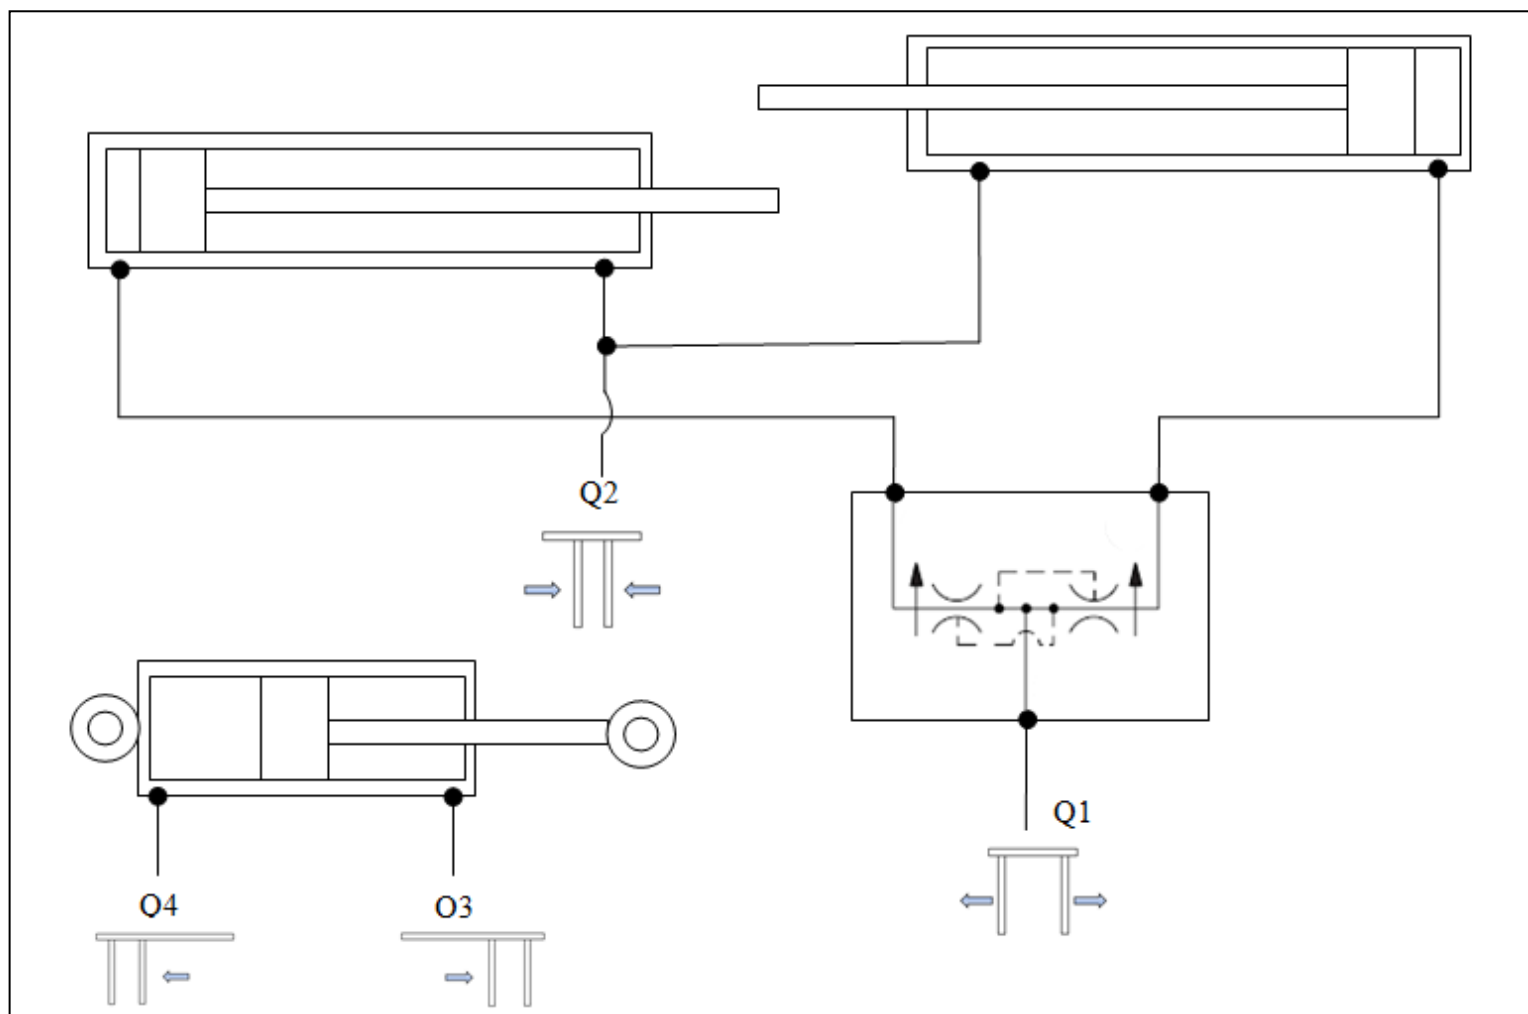

Fig.017
4.4 SCHEMA IMPIANTO IDRAULICO (posizionamento forche) (Fig.017)